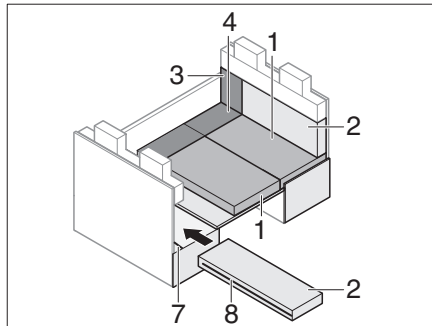

Fig. 197 Durante la trasformazione
- Aprire la chiusura lampo (Fig. 197,8) del cuscino dello schienale.
- Applicare la scanalatura del cuscino posteriore sulla la traversa ISOFIX (Fig. 197,7).